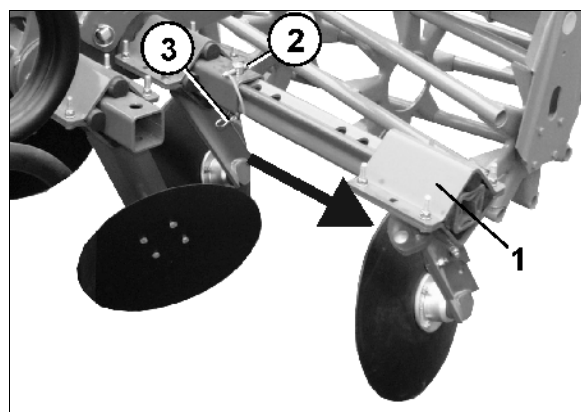

Fig. 34
Beide Randscheiben (Fig. 34) in Arbeitsstellung bringen:
- o Randscheiben (Fig. 34/1) herausziehen und mittels Sicherungsbolzen (Fig. 34/2) und Klappstecker (Fig. 34/3) fixieren.